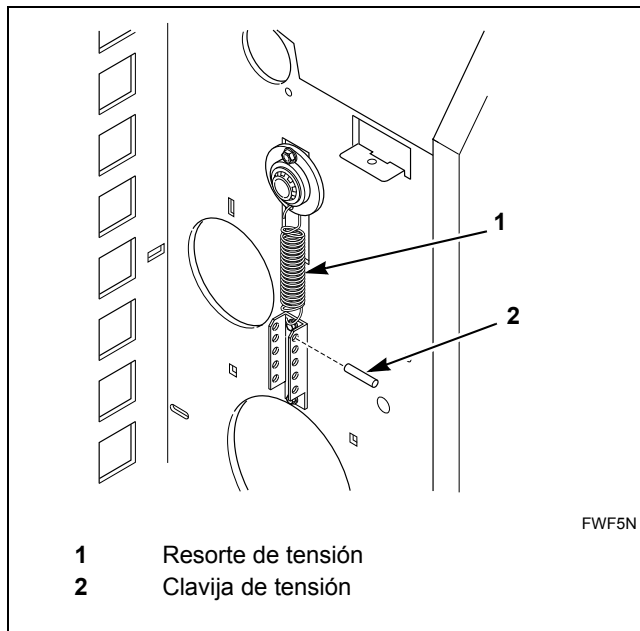

Figura 30
4. Desenganche el resorte de tensión del listones de regreso de la clavija de tensión en cada lado de la planchadora. Consulte la *Figura 30*.